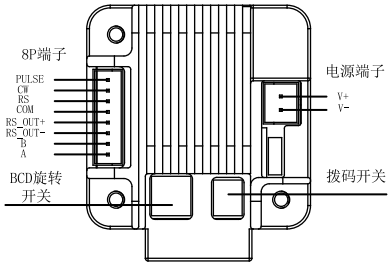
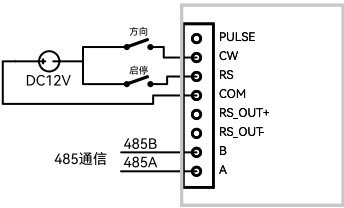

图2 尾部驱控单元展示图
图3 接线示意图
- 将随机附带的线缆按照下图2所示安装好，8P端子插在下图2标记“8P端子”上，2P端子插在下图标记“电源端子”上，具体接线参照图3，表3和表4进行接线；